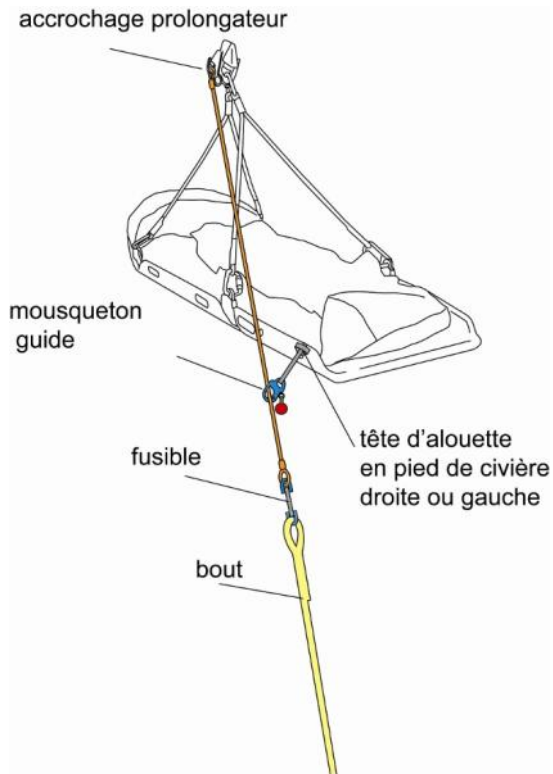

Figure 17
10.4 Accrochage de la civière en version maritime (figure 17)